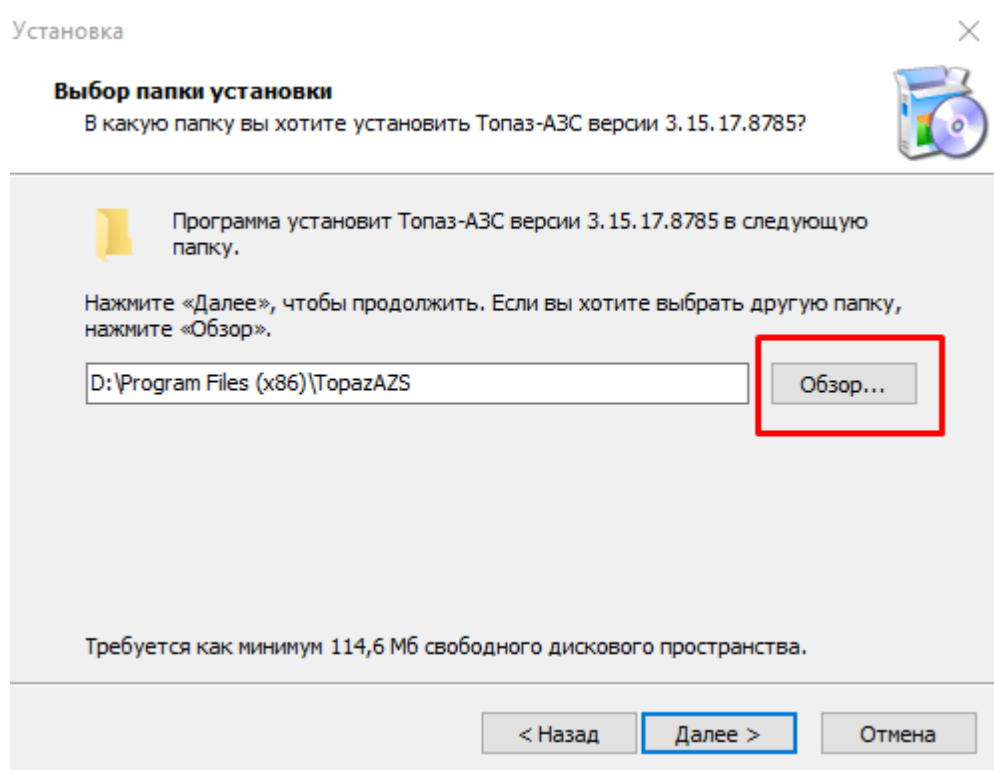

Рисунок 7.
6. В появившемся окне нажмите на кнопку "Обзор" (рисунок 7);